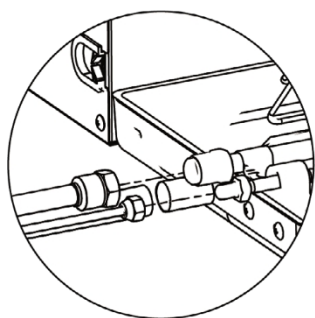

Fig. 16
- 2 Posizionare la parte svasata del tubo di rame verso il centro del raccordo filettato. Serrare saldamente il dado svasato a mano, come illustrato in Fig. 16 (Assicurarsi che il tubo interno sia collegato correttamente. Un posizionamento errato del centro impedirà il corretto serraggio del dado svasato. La filettatura del dado verrà danneggiata se il dado svasato viene forzato).